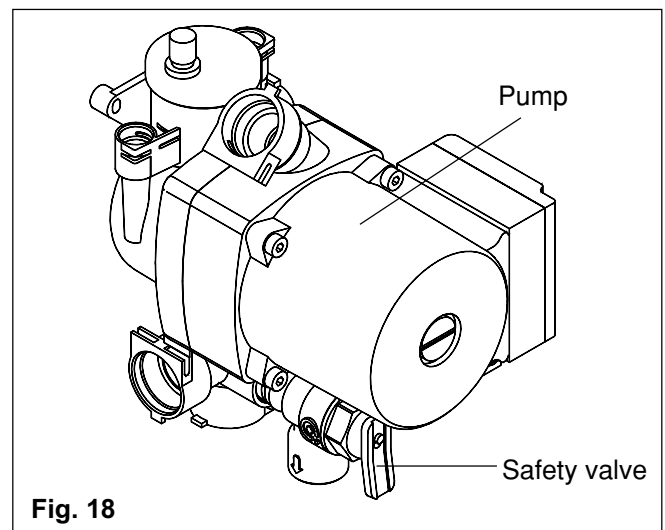

Fig. 18
6.6 PUMP HEAD fig. 18
6.7 SAFETY VALVE fig. 18